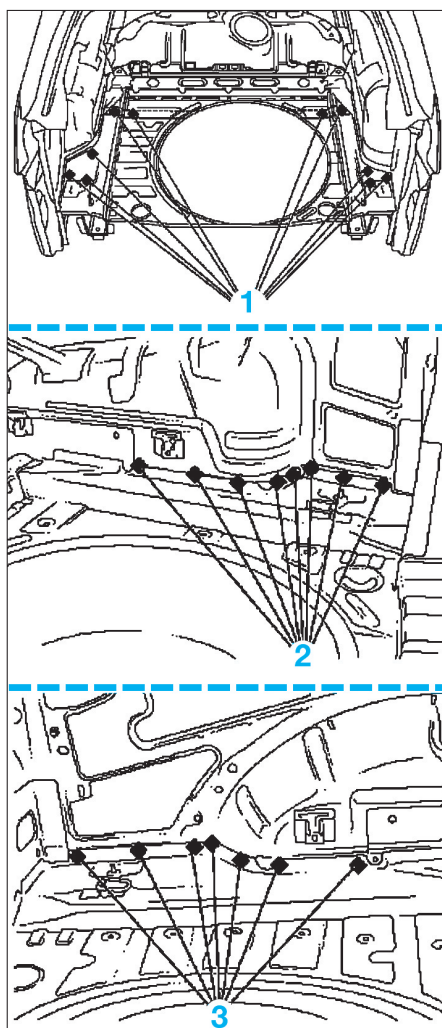

FIG. 137
- Percer les 10 trous de rivetage (1) dans le plancher (fig. 137).
- Percer les 8 trous de rivetage (2) du côté droit et les 7 trous (3) du côté gauche (fig. 137).
- Riveter le plancher (fig. 137).